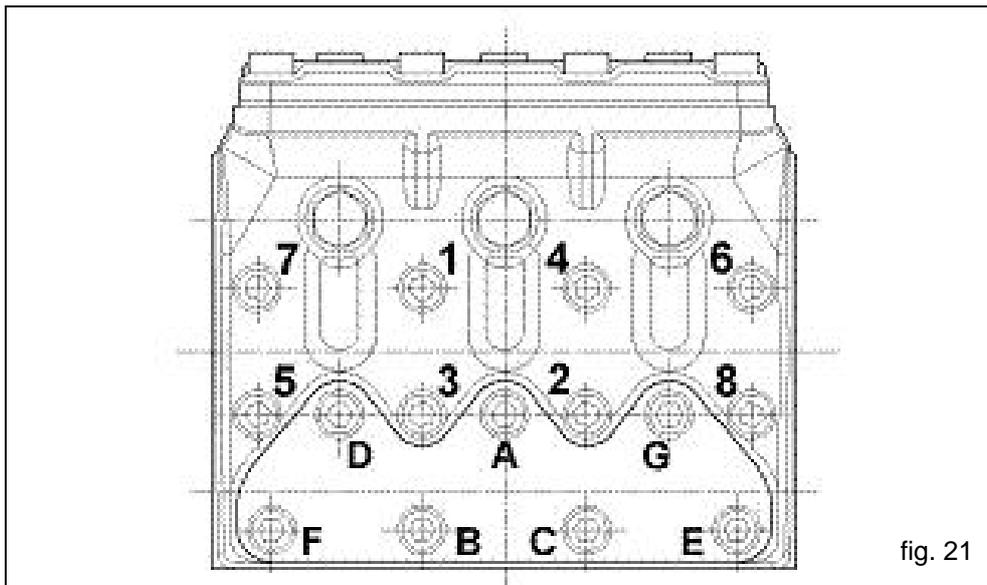

fig. 21
** Le viti fissaggio testata Pos.Esploso 37 devono essere serrate con chiave dinamometrica lubrificando il gambo filettato rispettando l'ordine riportato nello schema di fig.21
*** Le viti fissaggio coperchi valvola Pos.Esploso 38 devono essere serrate con chiave dinamometrica lubrificando il gambo filettato rispettando l'ordine riportato nello schema di fig.21 .